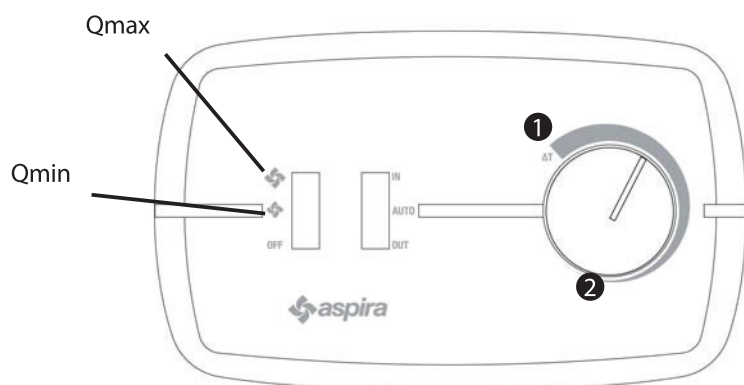

Figura 14
Dacă, de exemplu, în timpul iernii temperatura exterioară este  $-15^{\circ}\text{C}$  și astfel diferența de temperatură  $\Delta T$  între interior și exterior este ridicată, rotiți butonul în poziția (1). Spre deosebire de o zi în primăvară, unde diferența de temperatură  $\Delta T$  este minimă sau aproape de zero, rotiți butonul în poziția (2) (Figura 14).